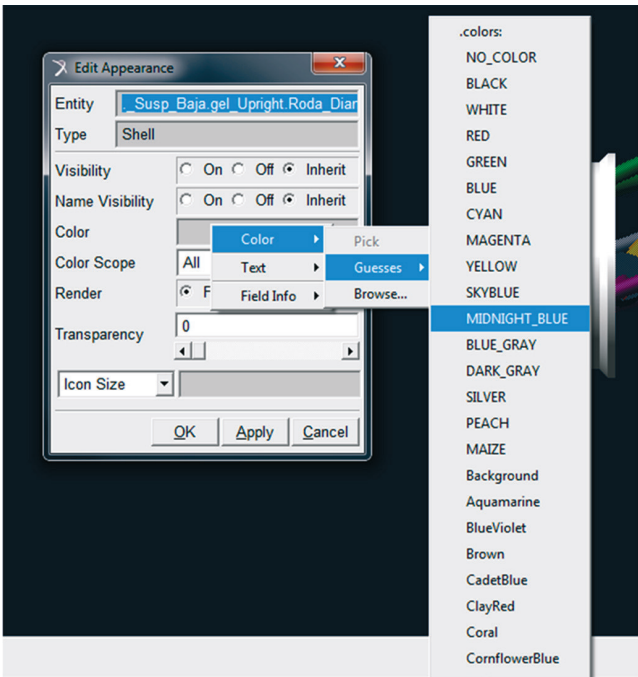

Figura 6.23 – Selecionando a cor da peça.
- No campo *Color*, clique com o botão direito do mouse, aponte o cursor para *Color* → *Guesses* e, então, selecione a cor desejada (Figura 6.23).